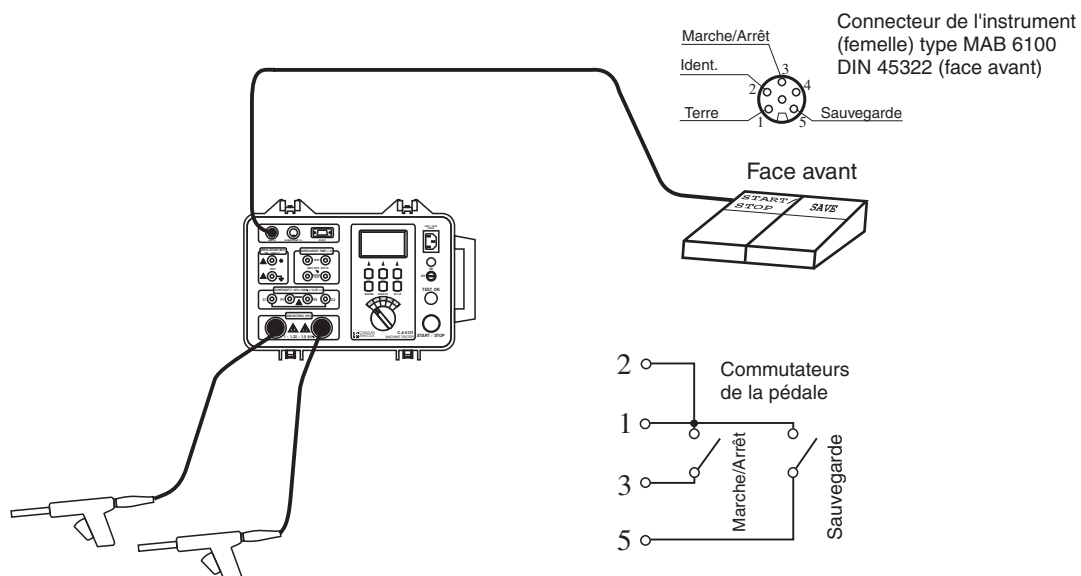

Fig.41. Connexion de la pédale de commande à distance au CONTROLEUR "MACHINE" C.A 6121
1. Connectez la pédale de commande à distance à l'instrument conformément à la fig 41.